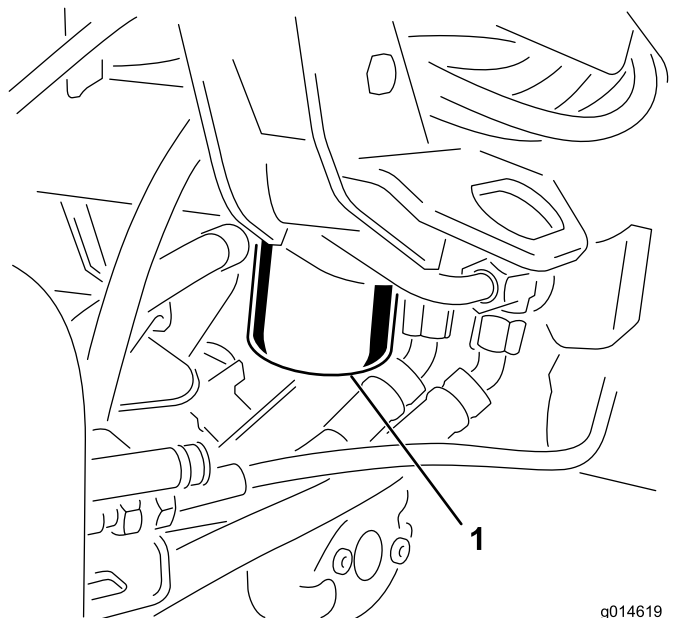

図 41
1. フィルタ容器の周辺をウェスできれいにぬぐう 図 41。フィルタの下に廃油受けを置いてフィルタを外す。